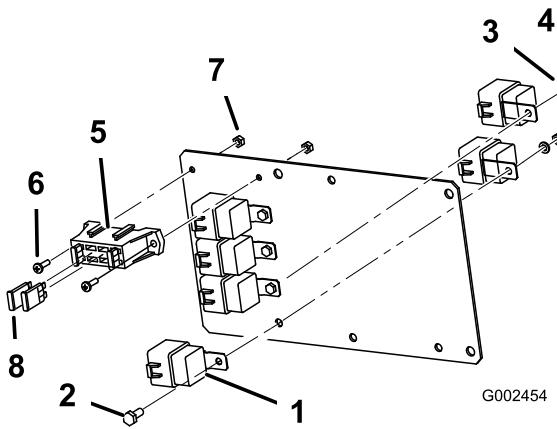

Bild 7
1. Befestigen Sie sechs Relais mit 4 Schrauben (1/4 x 5/8 Zoll), 4 Sicherungsscheiben (1/4 Zoll), und vier Muttern (1/4 Zoll) an der Montageplatte (Bild 7). Vier Relais können vorne an der Platte und zwei Relais müssen hinten an der Platte montiert werden. Die zwei Relais, die hinten an der Platte montiert sind, verwenden dieselben Befestigungen wie das Relais, das vorne in demselben Loch befestigt ist.
2. Befestigen Sie den Sicherungsblock des Kabelbaums mit zwei Schrauben (Nr. 10) und zwei Muttern (Nr. 10) an der Montageplatte (Bild 7).
4. Setzen Sie zwei Überlastungsschutze (30 A) in die offenen, mittleren Schlitz im Sicherungsblock an der ECU-Befestigungsplatte ein (Bild 7).